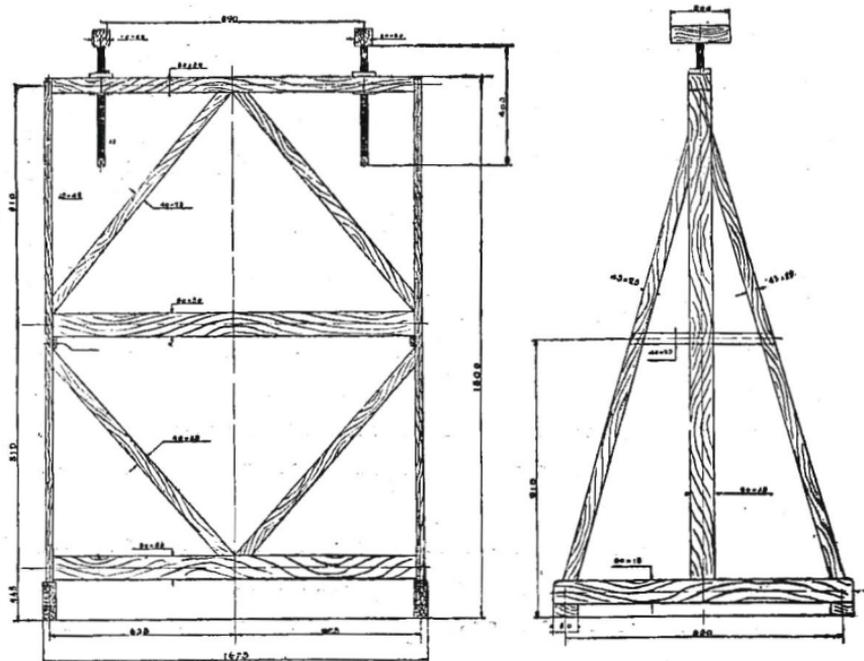

Fig. 25 — Cavalletto per il montaggio delle ali
N.2 cavalletti regolabili in altezza da porre sotto le ali (fig. 25).